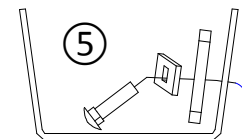

Figura 4
- Insertar el perno de carruaje ① y el espaciador ② a través de las aberturas en los largueros del bastidor utilizando los alambres de insertar ⑤. Halar los alambres de insertar a través de las ranuras en el soporte primero y luego en los orificios en los largueros del bastidor, como se muestra en la Figura 4. Retirar los alambres de hilar y sin apretar instalar la arandela cónica y la tuerca hexagonal ③ ④ al enganche.
4. Insertar el perno de carruaje ① y el espaciador ② a través de las aberturas en los largueros del bastidor utilizando los alambres de insertar ⑤. Halar los alambres de insertar a través de las ranuras en el soporte primero y luego en los orificios en los largueros del bastidor, como se muestra en la Figura 4. Retirar los alambres de halar y sin apretar instalar la arandela cónica y la tuerca hexagonal ③ ④ al enganche.